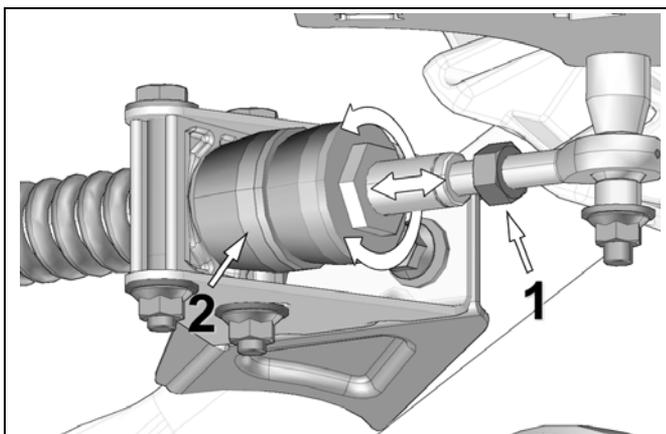

Abbildung 14
- Lösen Sie Gegenmutter (1). Drehen Sie den Stabilisierungsarm, um die Länge des Stangenkopfes einzustellen, so dass kein Druck auf den Gummikegel/ Gummidämpfer (2) ausgeübt wird. Siehe Abbildung 14.